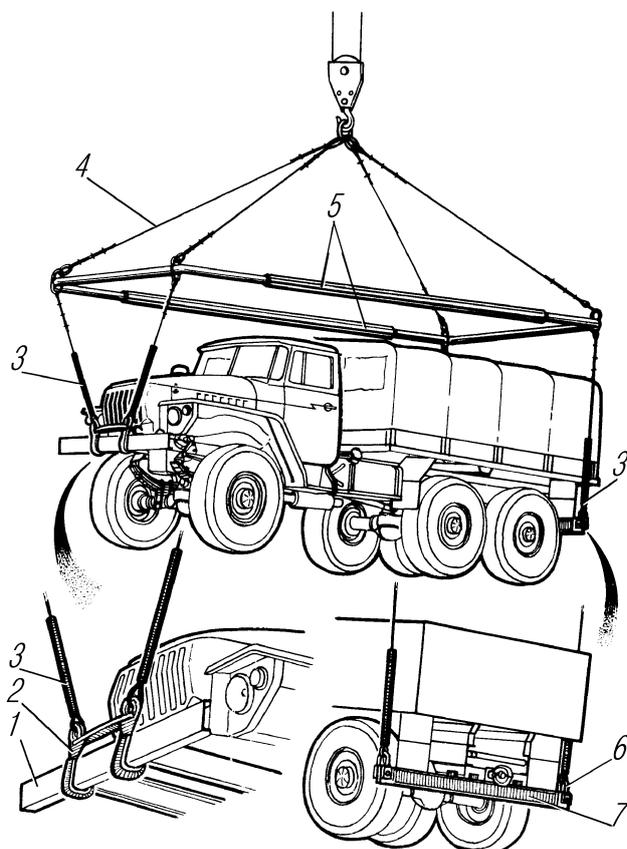

Рис. 120. Схема строповки автомобилей:
3. Погрузку и разгрузку автомобиля производите с помощью специального чалочного устройства (рис. 120) или своим ходом.
Растяжки крепите за передние буксирные крюки, ось балансирной подвески и задний буксирный прибор. Варианты крепления показаны на рис. 120,121.